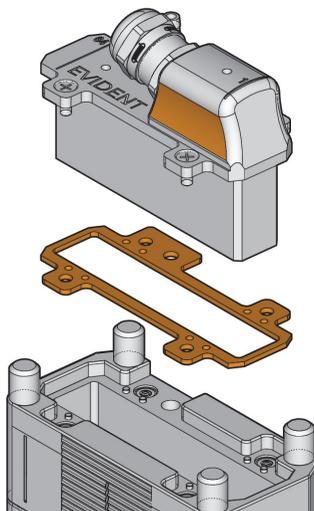

Figura 5-6 Sonda y junta
3. Tire la sonda hacia arriba mediante el saliente del recinto de la sonda (ver Figura 5-6 en la página 81).
NO tire del cable de la sonda. De lo contrario, puede dañar la sonda multielementos. Tire la sonda por el recinto de la sonda (ver Figura 5-6 en la página 81).
Si la sonda está siendo reemplazada, es importante volver a instalar la junta debajo de la brida de la sonda (ver Figura 5-6 en la página 81).